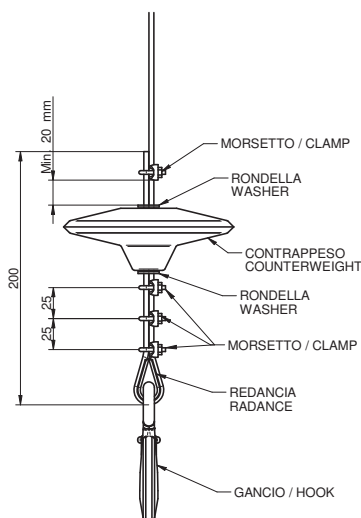
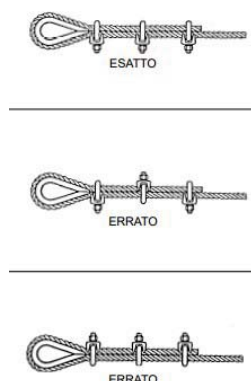

Abb. 4.7
Abb. 4.8
6.2) Abb. 4.7 Mit drei Brückenklammen an der Unterseite des Gegengewichts, die wie in Abb. 4.8 (richtig) im Bild unten montiert sind, und einer Brückenklamme an der Oberseite.